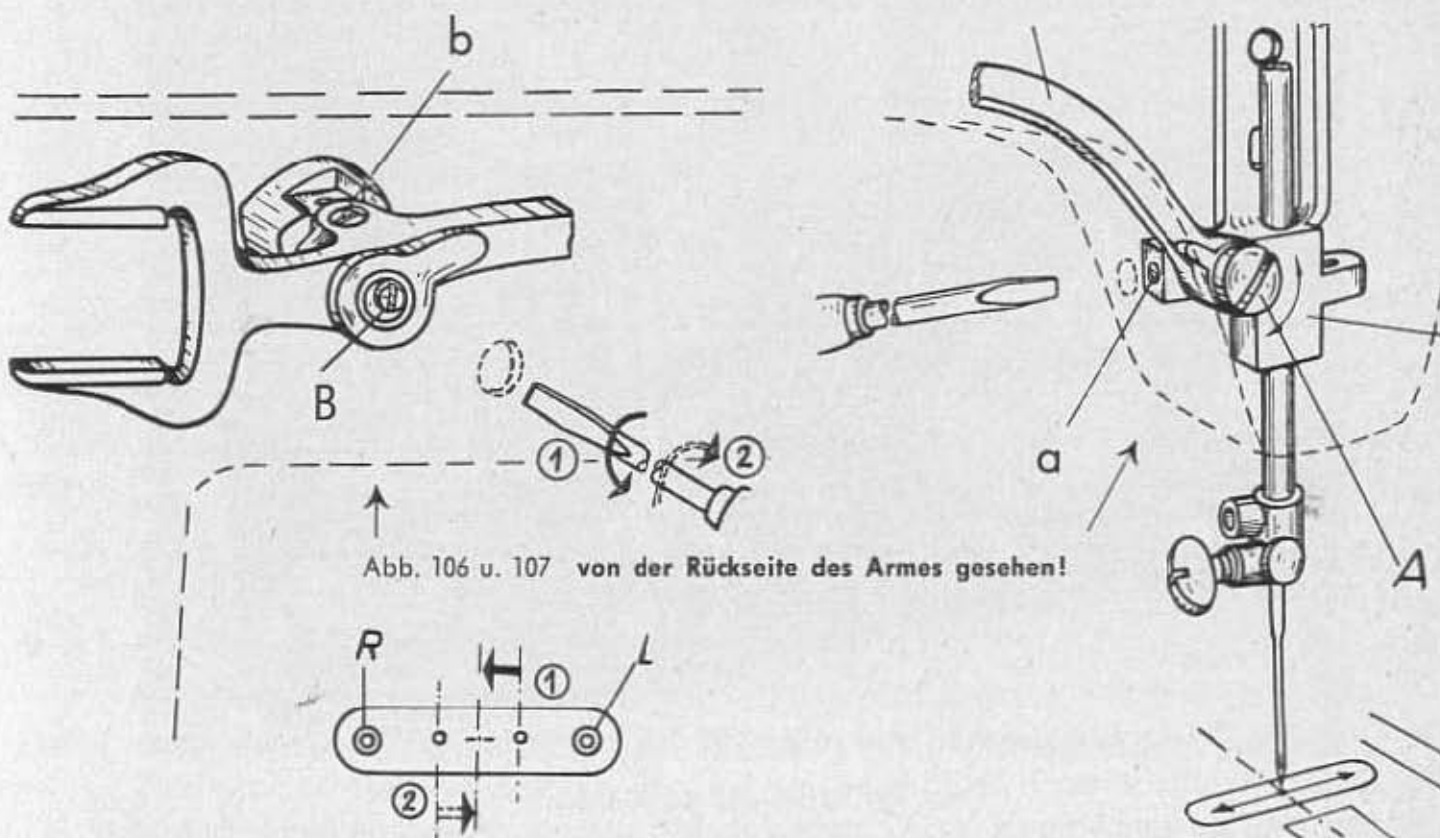

Abb. 106, 107 Reguliermöglichkeiten für den Einstich der Nadel im Stichlochschlitz
- b) der Exzenterbolzen B für das Zickzack-Gleitstück Abb. 106 mit seinem Ausschlag in Richtung Handrad und dadurch die Zickzack-Exzentergabelstange nach rechts ausgeschoben sein.
Der rechte wie auch der linke Anstich müssen gleichweit vom Mitteanstich (Einstellscheibe A auf 0) liegen. (Siehe Abb. 106 unten.)
Exzenterbolzen B der Exzentergabelstange Abb. 106 nach rechts bzw. nach links drehen, bis die Symmetrie der Anstiche erreicht ist. Anstiche auf Papier vornehmen.